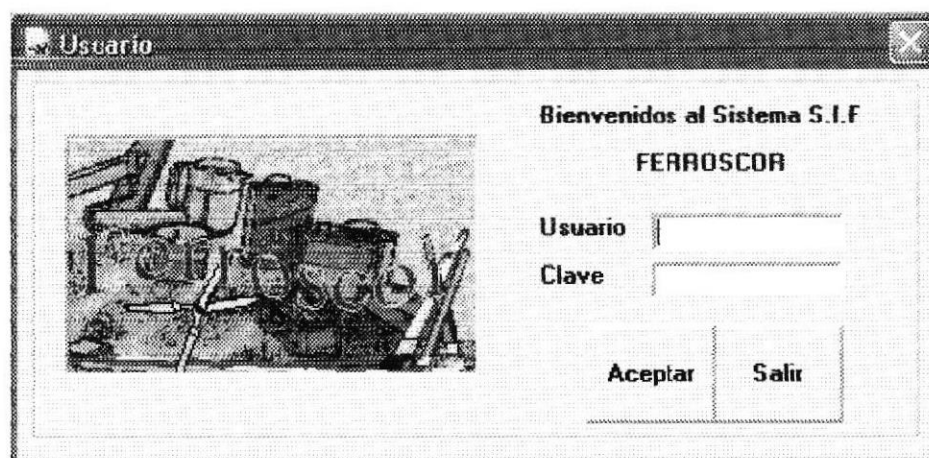

Figura 5.3. Pantalla de Ingreso al Sistema.
5. Dándole clic en el ícono de Sistema SIF se cargará la pantalla de Inicio al Sistema, como se muestra en la figura 5.3.